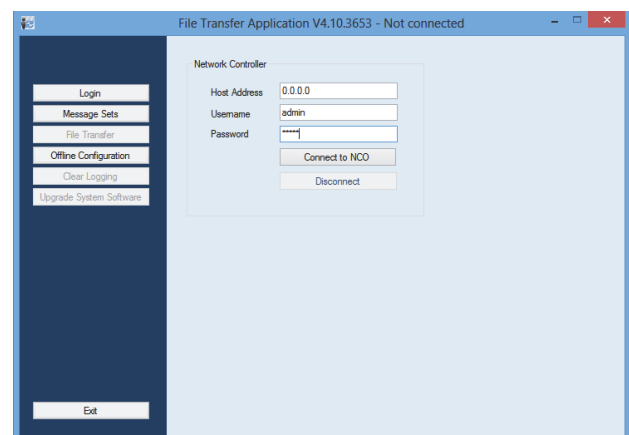

abbildung 37.4: Eine Verbindung zum Netzwerkcontroller aufbauen
- 8 Rufen Sie *Start > Programme > Bosch Praesideo > FT-Anwendung auf*, um die Praesideo Anwendung *Dateiübertragung* zu starten. Es erscheint ein Bildschirm, der dem in *abbildung 37.4* ähnelt.